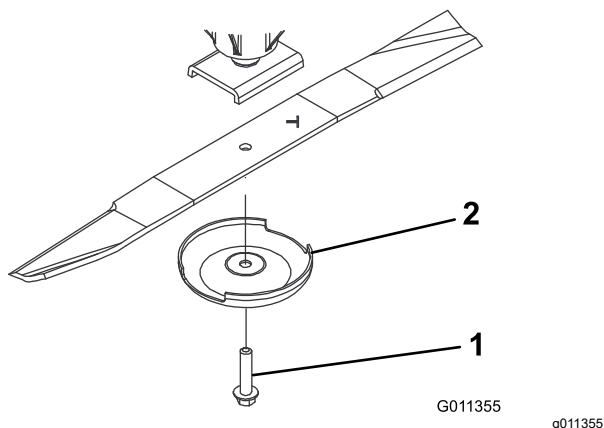

Bild 72
3. Halten Sie das Ende des Messers mit einem dicken Handschuh oder Tuch fest und entfernen Sie die Messerschraube, Antiskalpierkuppe und das Messer von der Spindelwelle (Bild 72).
4. Verwenden Sie die Antiskalpierkuppe und die Messerschraube, um das Messer mit dem Flügel in Richtung Mähwerk zu montieren (Bild 72).